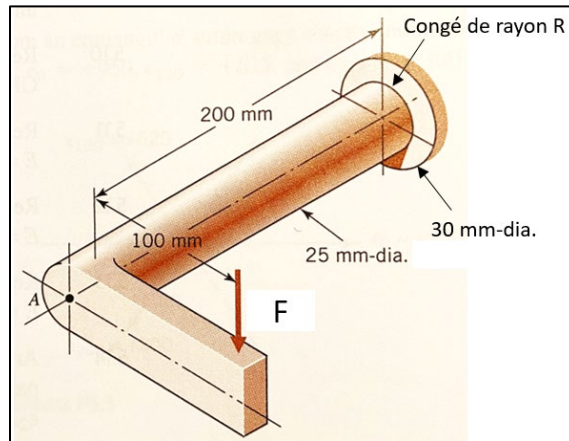

Figure 1 : Pièce mécanique sous chargement statique
La pièce montrée à la figure 1 est fabriquée en acier 1045 laminé à chaud ($S_y = 310$ MPa, $S_{ut} = 570$ MPa). À l'endroit du changement de diamètre se trouve un congé de rayon 2.5 mm (R). La pièce subit une force F statique de 2000 N, appliquée au bout du levier.